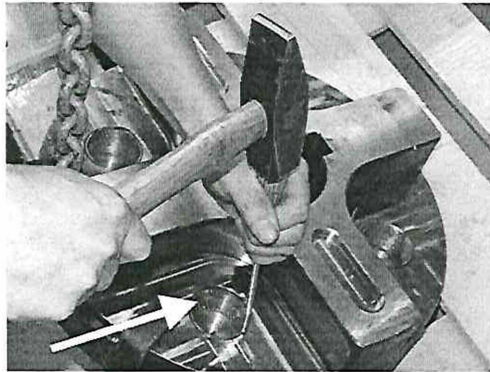

Рис. 18: Цепная головка – верхняя часть с втулкой пальца
24. Втулки пальцев (вкладыши подшипников) в верхней и нижней части цепной головки проверьте на износ и замените при необходимости. Втулки пальцев необходимо заменить (Рис. 18), если смазочные выемки уже незаметны (для выбивания использованных втулок используйте зубило или отвертку, которую можно использовать в качестве легкого зубила).